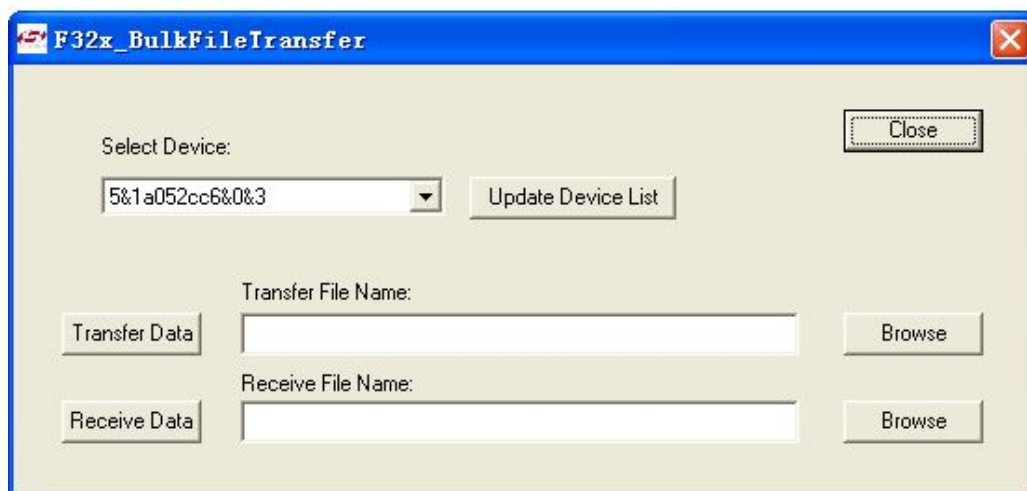

图 4-18 USB 上位机
Step4: 打开 USB 上位机测试软件，路径为：USB 通信例程 → USB-Bulk → F32x_BulkFileTransfer。如图 4-18 所示